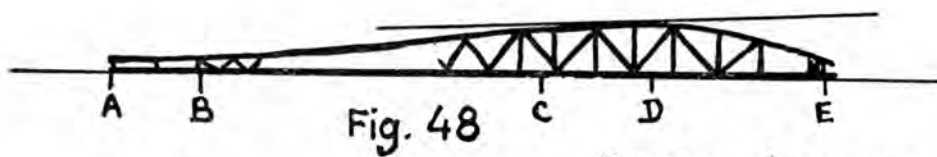

Fig. 48
1. Sur un chantier de montage, tracer une ligne droite parallèle aux grands côtés. Repérer sur cette ligne les points caractéristiques du fuselage (fig. 48).